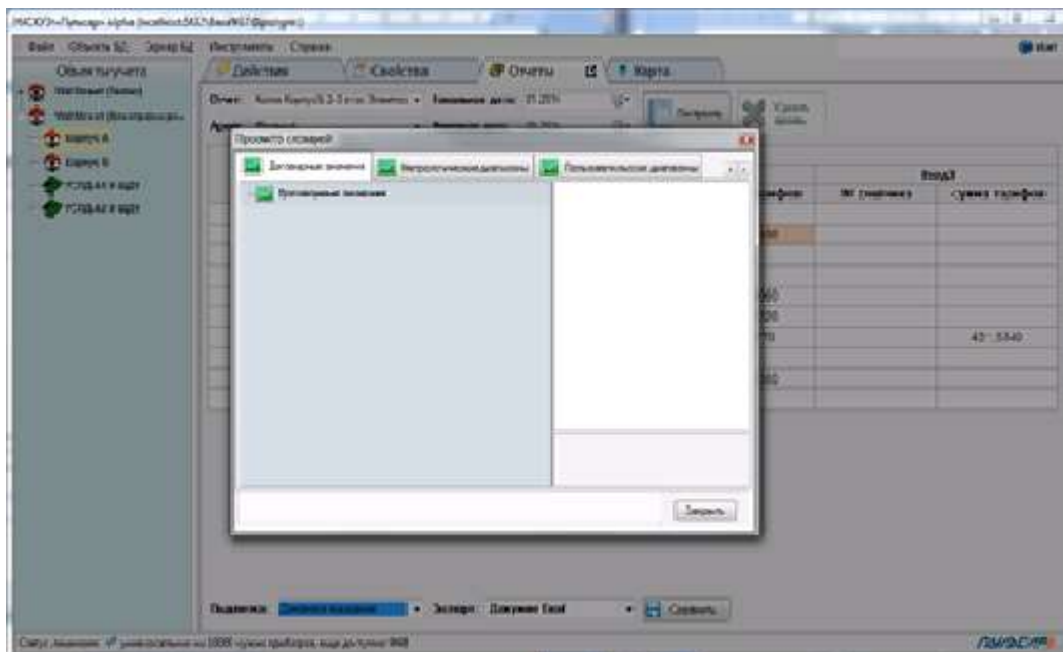

Рисунок 45. Словарь аналитических параметров
- Присвоить каждому аналитическому параметру короткое, но информативное имя, позволяющее без ошибки выбрать его по назначению и пополнить словарь аналитических параметров (рисунок 45).